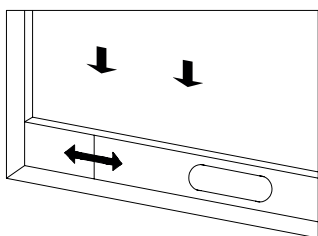

Figure 2
- 1) Ouvrez la fenêtre à moitié, puis installez le système d'étanchéité sur la fenêtre (voir Figure 2 et